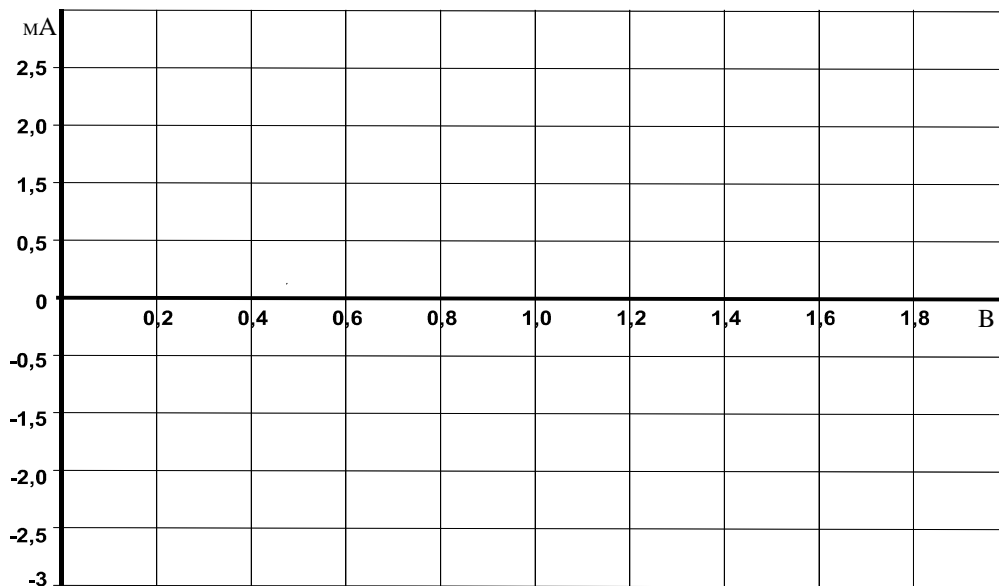

Рисунок 9
3.3. На рис. 9 постройте графики $I_{У}(U_{УК})$ при увеличении и уменьшении напряжения. На графике отметьте напряжения $U_{ОП}$ и ток $I_{ОП}$.